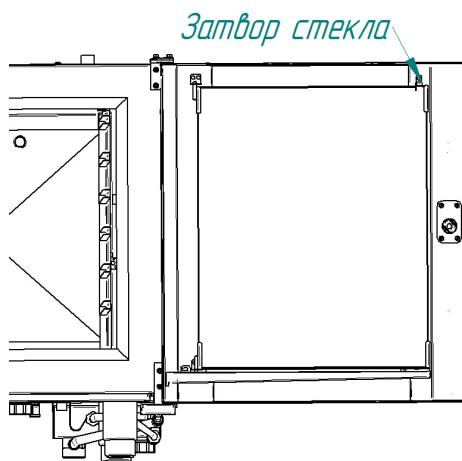

Рис.22 Месторасположение затвора внутреннего стекла двери
- по мере необходимости, поверните затвор стекла двери и откройте внутреннее стекло (рис. 22).